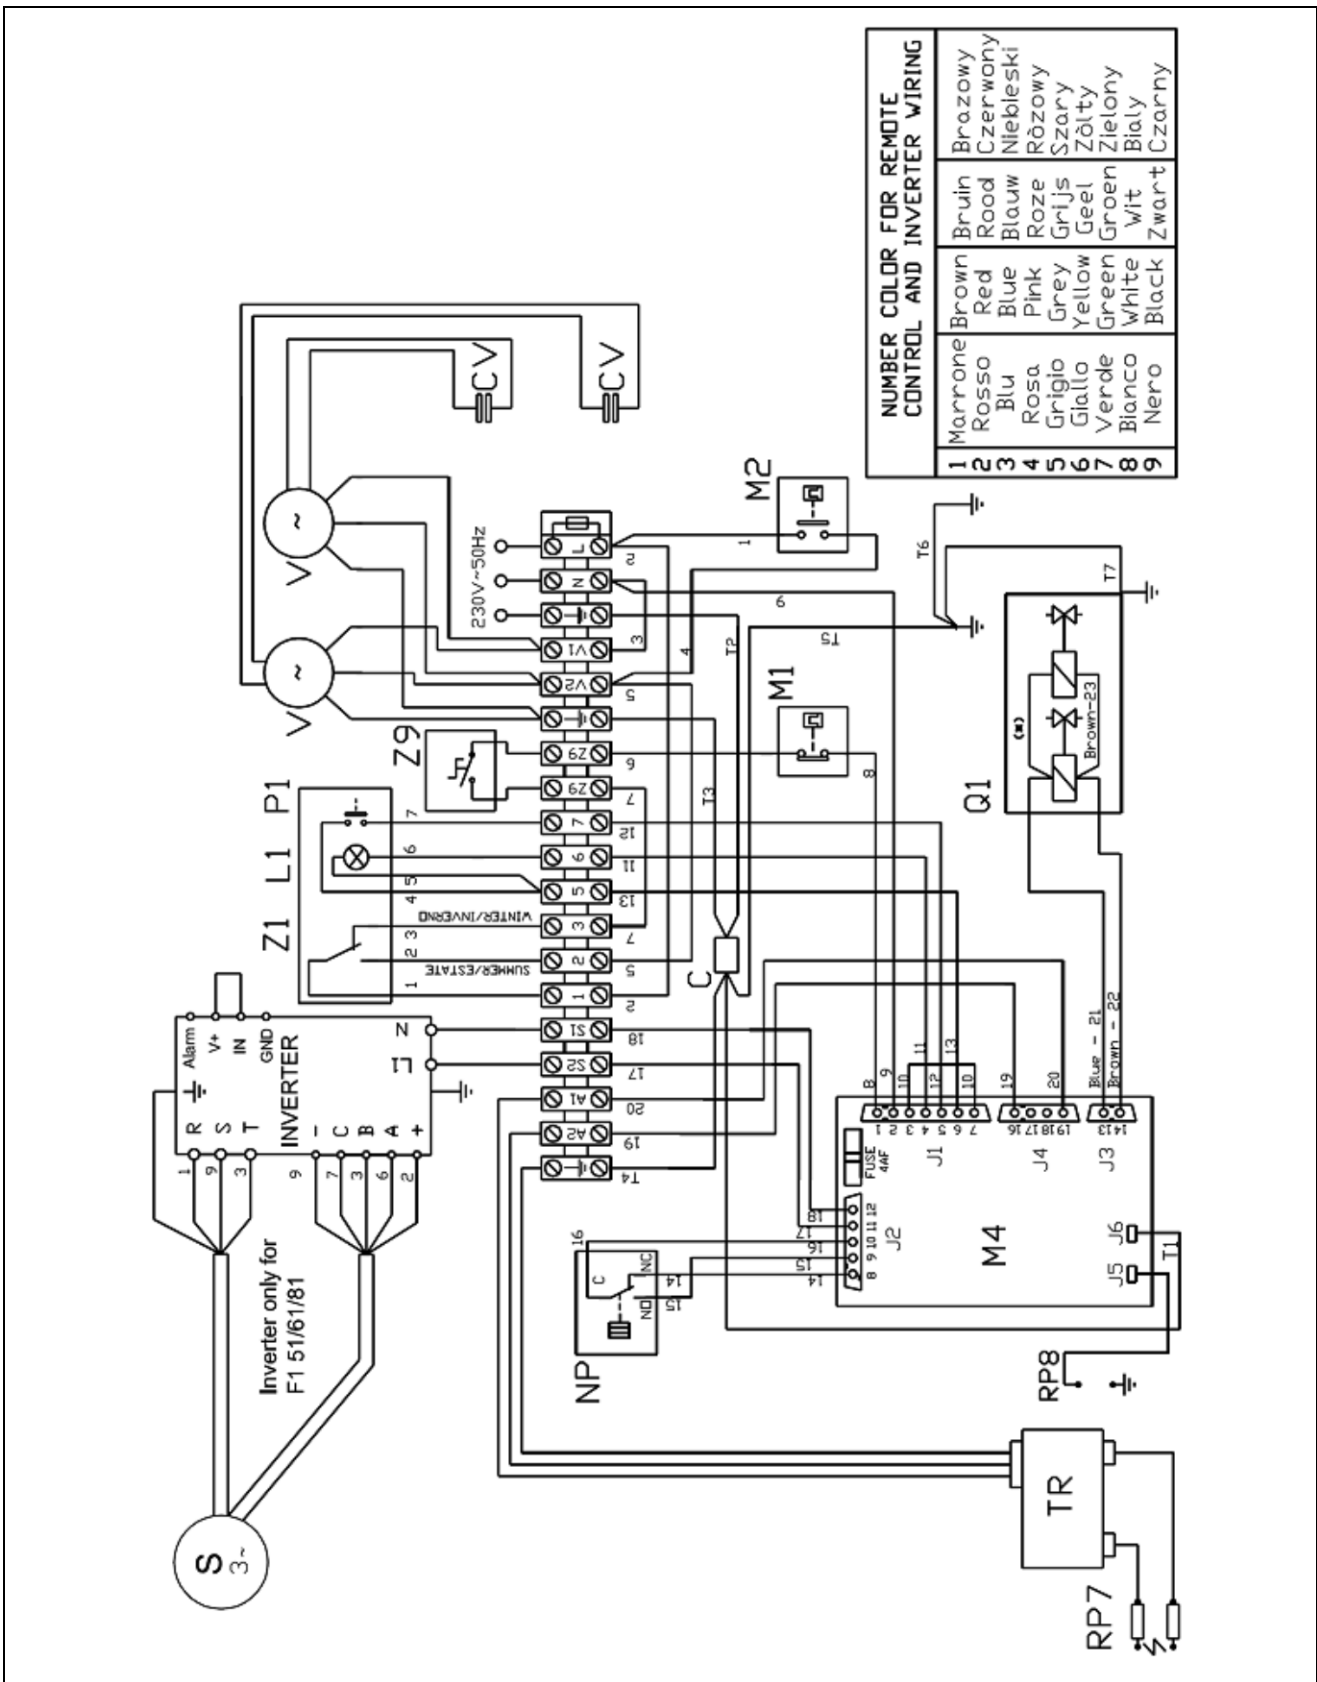

FIGURA 25 - SCHEMA ELETTRICO DI MONTAGGIO APPARECCHI SERIE F1 E SERIE F1 CM (VEDI LEGENDA DI FIGURA 24)
- collegare i cavi alla morsettiera predisposta all'interno dell'apparecchio seguendo le indicazioni riportate sullo schema elettrico di montaggio (vedi FIGURA 25)